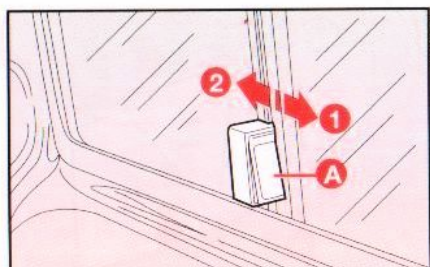

Abb. 102
1) Entriegeln Sie das Schiebefenster durch langes Drücken der Taste **A**, **Abb. 102**.
2) Das Fenster in die vom Pfeil (1) angegebene Richtung drücken, bis die gewünschte Öffnung erreicht wird.
3) Zum Schließen das Schiebefenster in die vom Pfeil (2) angegebene Richtung drücken, bis Sie das Einrasten der Taste vernehmen.